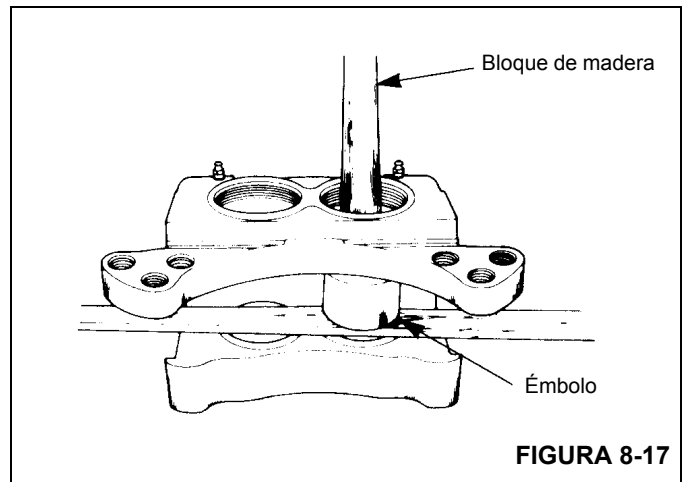

FIGURA 8-17
- 8. Retire los émbolos del lado de la caja con la placa de montaje. Empuje los extremos de los émbolos para forzarlos fuera por el lado del disco de la caja. Consulte la Figura 8-17.